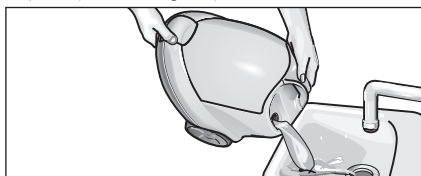

Fig. 12: Enjuague de la caldera
- Llene la caldera de agua y agítela fuertemente. De este modo, se desprenden las incrustaciones de cal que pudieran haberse acumulado en el fondo de la misma. Para verter el agua de la caldera, inclínela de forma que el agua salga por la boca de llenado de la esquina (véase la fig. 12).
- Vacíe la caldera completamente (véase la fig. 12).